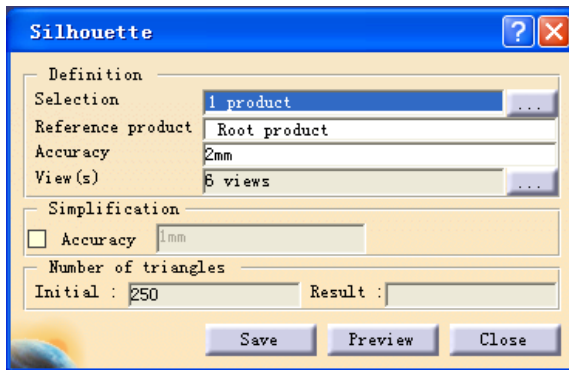

图 14-3
(2) 单击 Silhouette  键。对话框的 Definition → Selection 栏用鼠标选择窗口左侧 Tree 中的 Product1, Accuracy 设为 2mm (见图 14-3);